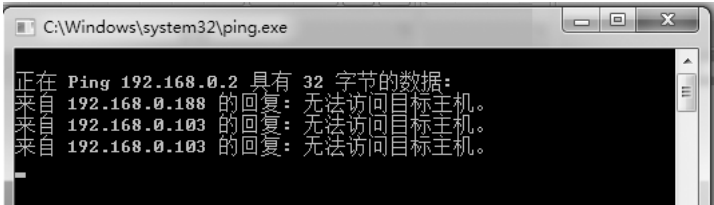

图 12-89 PING 运行结果 - 未联通
2) PING 运行结果解读。如图 12-89 所示，表示计算机的 IP 地址是“192.168.0.188”，而目标地址是“192.168.0.2”，无法建立连接。无法建立连接原因大致有如下几种：